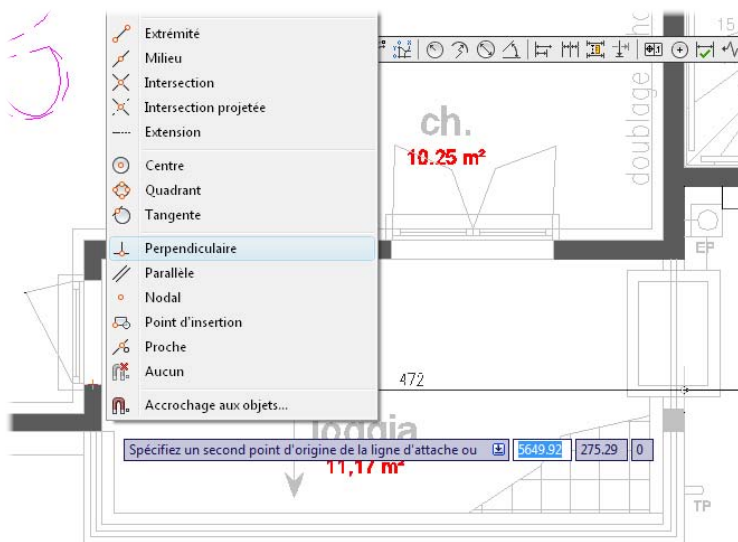
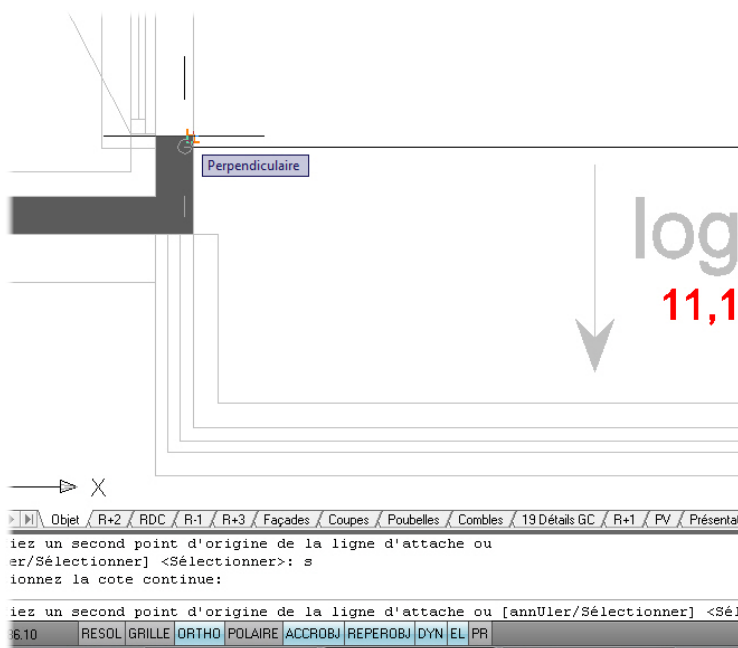

Figure 5.67
Figure 5.68
4. Cliquez du bouton droit tout en appuyant sur la touche Maj. du clavier. Le menu contextuel des modes d'accrochage aux objets s'affiche (voir Figure 5.67). Afin d'avoir une cote précise, sélectionnez l'accrochage perpendiculaire puis terminez la cote (voir Figure 5.68).